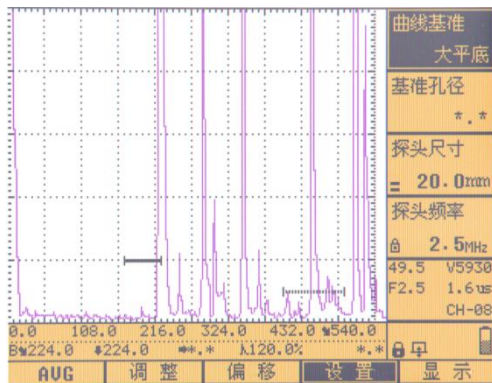

图 6.39
- 1、按【曲线】键进入 DAC 基准设置和制作界面，再按【曲线】键，切换到 AVG 基准设置和制作界面，选择“设置”主菜单，把“曲线基准”子菜单设置为“大平底”类型；此时基准孔径无需调整。如图 6.39 所示。